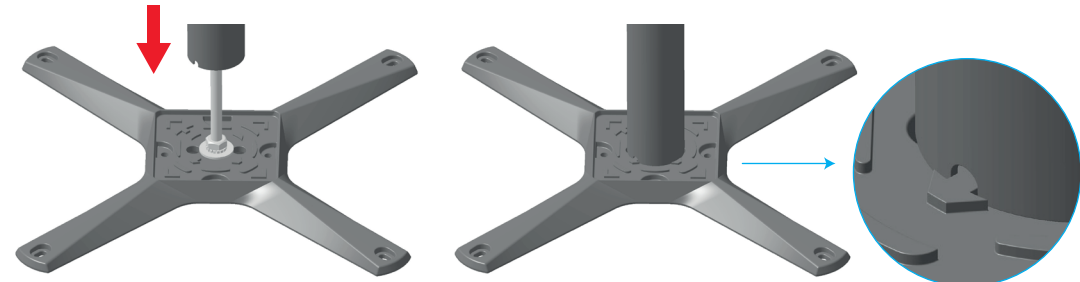

FIGURA 3
Capovolgere l'intera struttura ed inserire il tubo Ø 50mm (T) facendo coincidere l'incavo con l'impronta sulla struttura a croce (Z) (figura 3).
Dar vuelta la estructura e introducir el tubo Ø 50mm (T) haciendo coincidir el rebaje con la forma del perfil de la estructura transversal (Z) (figura 3).